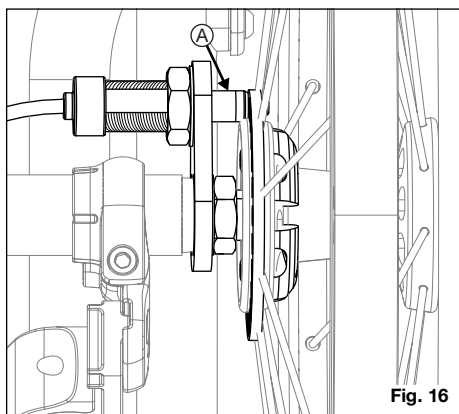

Fig. 16
3. Kontroller visuelt at navlåsboltene er helt satt inn i navlåsplatene (fig. 16:A).